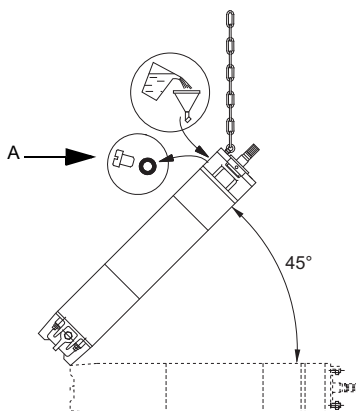

Fig. 5 Posición del motor durante el llenado (MMS)
1. Incline el motor a un ángulo de 45 °, manteniendo la parte superior orientada hacia arriba. Consulte la fig. 5.